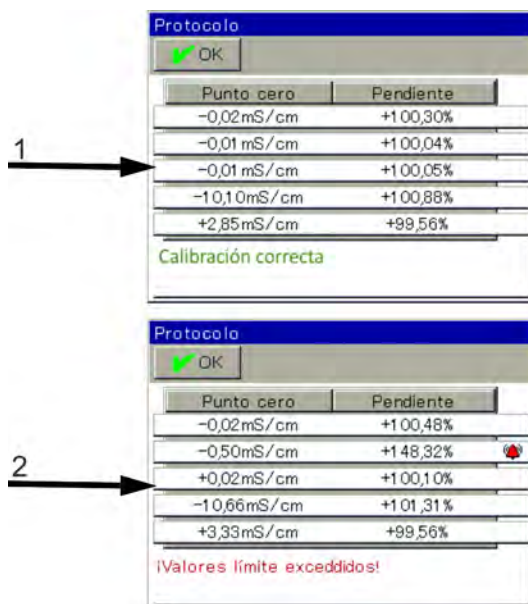

Fig. 80: Protocolo tras la compensación básica Ci
11. ➤ Cuando se hayan realizado todas las mediciones, aparecerá un resumen de los datos de compensación obtenidos. Confirme con «OK». Tras una compensación básica Ci fallida se producirá una cancelación sin aceptar los datos de compensación. (Véase Fig. 80 .)